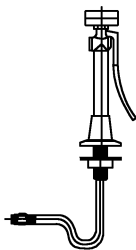

图 1-3 桌上型紧急洗眼器
(1)桌上型紧急洗眼器:这种洗眼器安装在水槽旁边的台面上,单一喷头,洗眼器下面连有一米多长的软管,使用时将洗眼器抽出,用手握住桶体和把手,稍用力即喷出水。可在周围1米左右的范围内使用,方便灵活,造价也较低(见图1-3)。